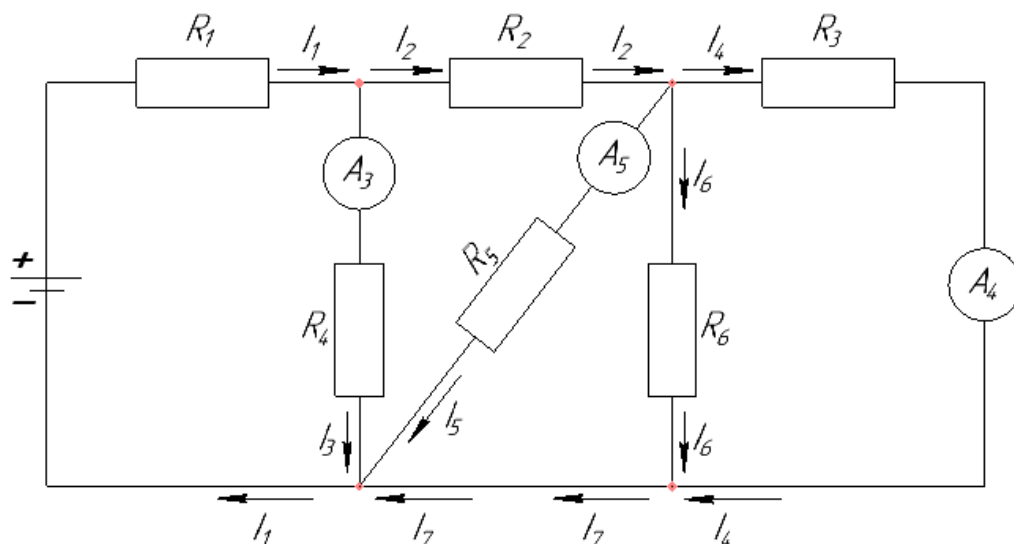

Рисунок 2.2.6 – Схема подключения амперметра
- 11) Измерить силу тока в ветвях цепи (рисунок 2.2.6), результаты записать в строку 3 таблицы 2.2.4.